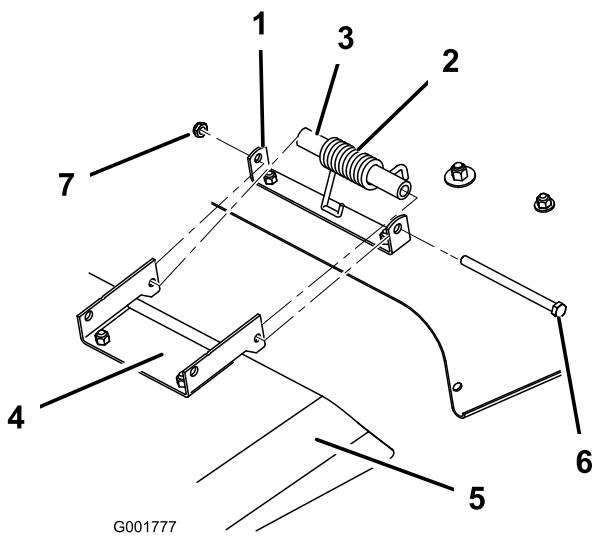

Figure 50
- Retirez le contre-écrou, le boulon, l'entretoise et le ressort qui fixent le déflecteur aux supports du plateau de coupe (Figure 50). Enlevez le déflecteur s'il est endommagé ou usé.
2. Placez le déflecteur d'herbe en face des trous des supports, et les extrémités droites des ressorts et des entretoises dans l'espace entre les supports et au-dessus du déflecteur (Figure 50).
3. Placez le ressort et l'entretoise de sorte que les extrémités crochues du ressort soient dirigées vers le bas, une extrémité en contact avec le plateau de coupe et l'autre sur le déflecteur (Figure 50).